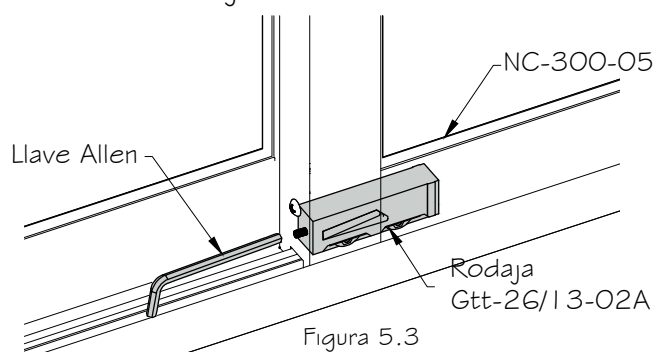

Figura 5.3
4. Nivele cada uno de los paneles corredizos utilizando los tornillos de nivelación de las rodajas. Es necesario levantar el panel manualmente para evitar daños en las rodajas. Utilice una llave Allen de 3/8" tal y como se muestra en la figura 5.3.